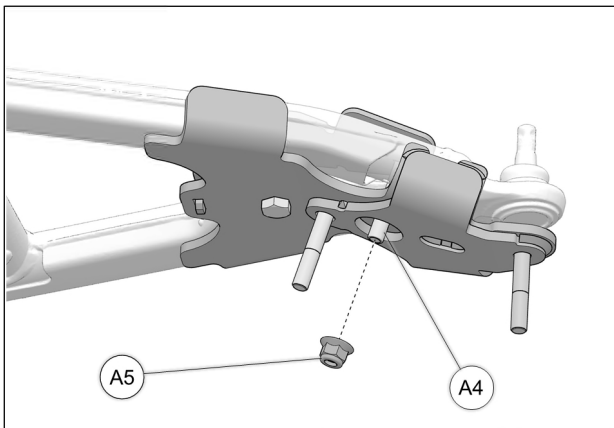

Fig. 16
8. Serrer le boulon M10x60mm (A4) avec un écrou (A5) fourni. Serrer l'assemblage à un couple de 50 Nm [37 lb•pi]. Voir la Fig. 16